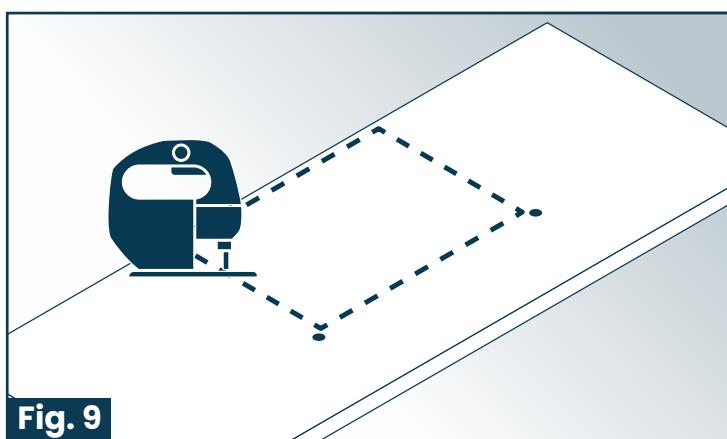

Fig. 9
- Cortar la abertura con una sierra o herramienta similar. (Fig. 9)